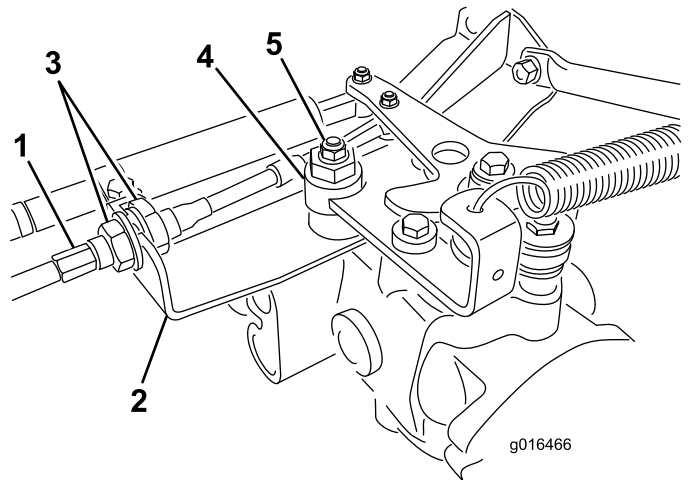

Figura 46
- A. Allentate entrambi i controdati che fissano il cavo di comando della trazione alla paratia dell'igrostatato (Figura 46). Verificate che i controdati siano ugualmente allentati, in modo sufficiente da consentire la messa a punto.
Nota: Allentate il dado che fissa l'eccentrico alla parte superiore dell'igrostatato (Figura 46).
- E. Quando la ruota cessa di girare, serrate il dado di bloccaggio dell'eccentrico per mantenere la messa a punto (Figura 46).
- G. Da ambo i lati della piastra serrate in modo uniforme i dadi che fissano il cavo di trazione alla piastra (Figura 46). Non torcete il cavo.